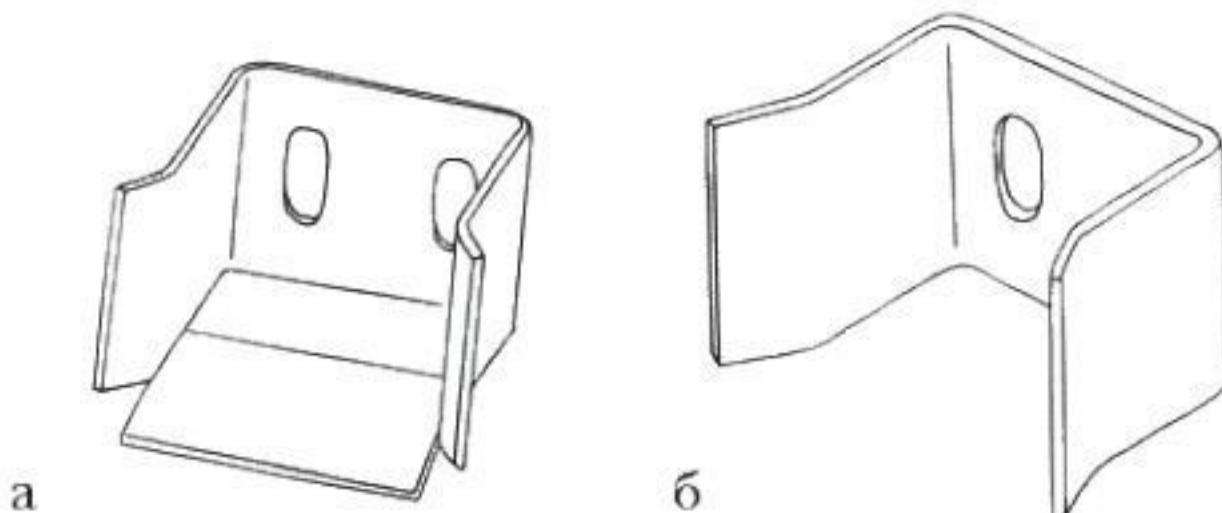

Рисунок 46. Уловитель: а – нижний; б – верхний
- уловитель, который устанавливают в низу проема для фиксации полотна, когда оно закрыто (рис. 46).